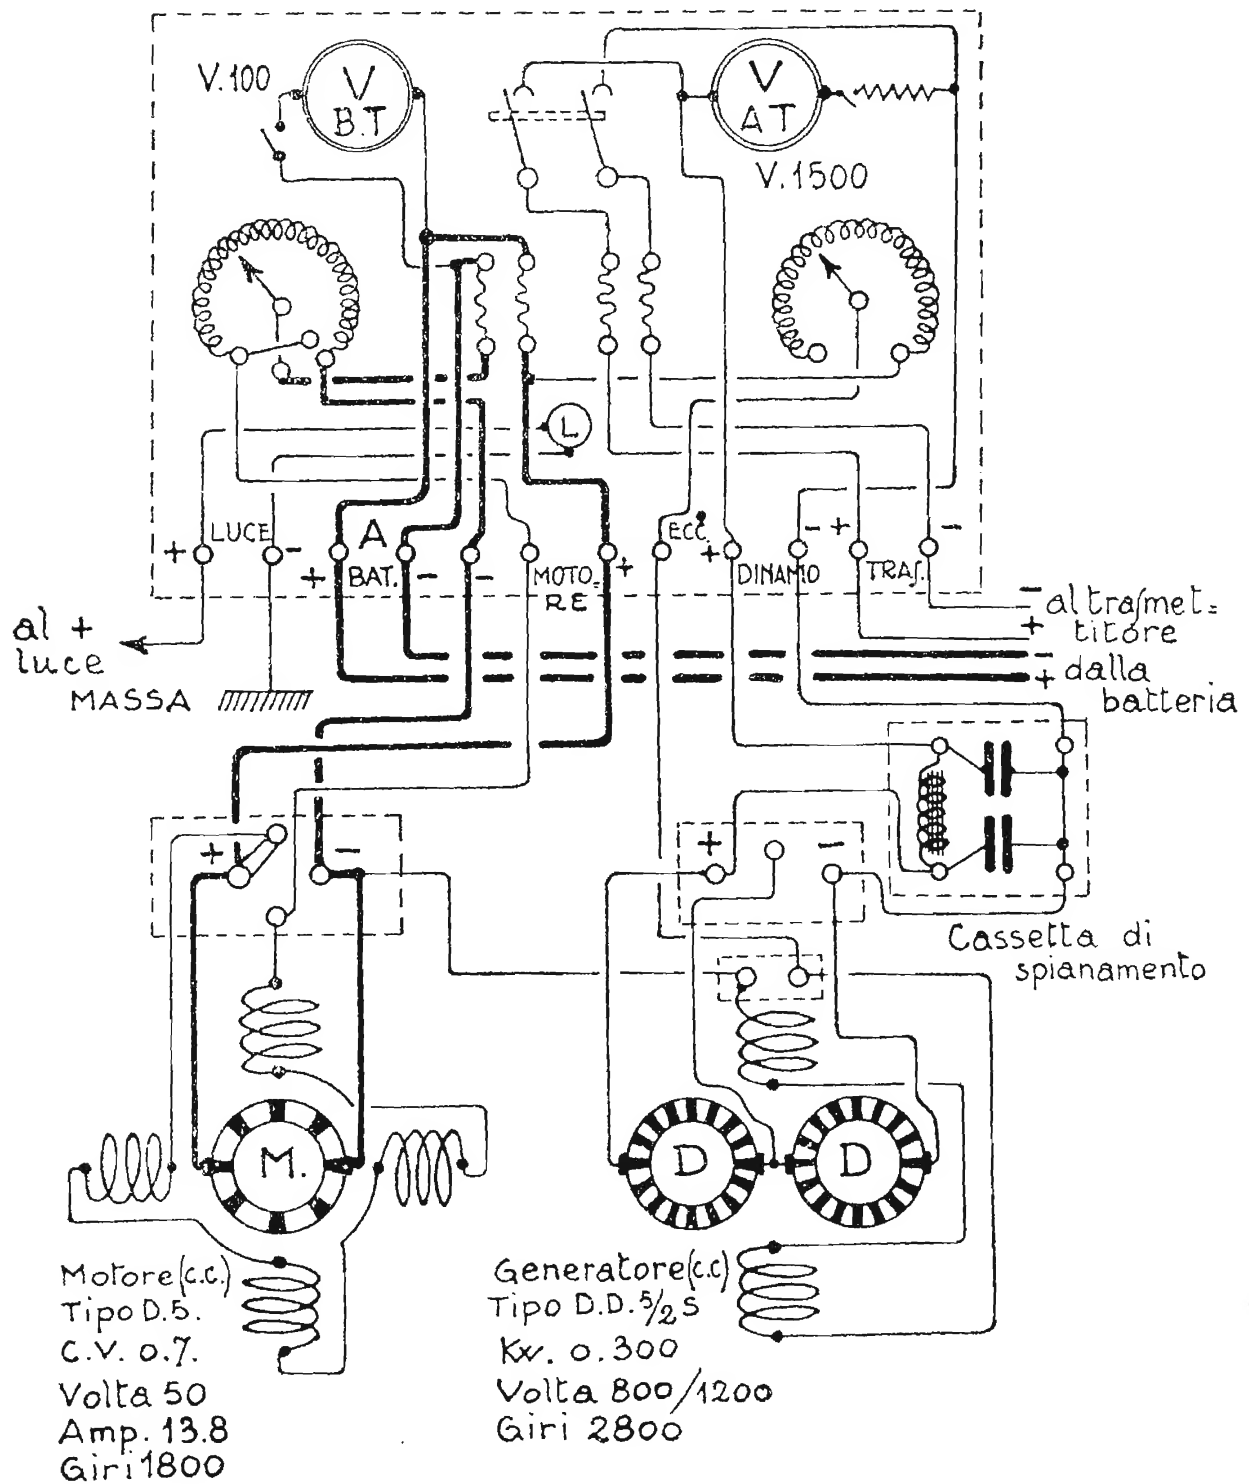

Fig. 6.
7. - Il gruppo convertitore (S. Elettromeccanica Lombarda) - è composto da un motore a c. c. tipo D 5 - C. V. 0,7 - Volta 50 amp. 13,8 - giri 2800 e da una dinamo tipo D. D. 5-2 S - Kw. 0,300 - Volta 800 ÷ 1200 - giri 2800. La dinamo è fornita di eccitazione indipendente e la corrente necessaria è derivata sull'alimentazione del motore a c. c. (vedi circuiti fig. 6).
8. - La cassetta di spianamento è composta da due condensatori a carta paraffinata da M f 2 e da una impedenza a nucleo di ferro (v. fig. 6).